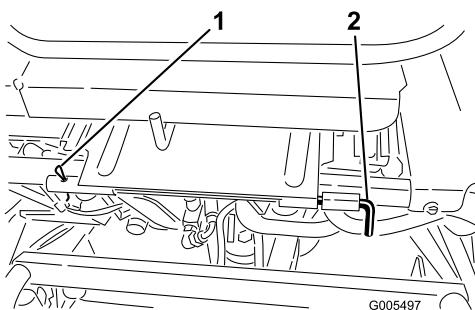

Figure 37
3. Abaissez le siège et retirez la goupille fendue qui fixe l'axe de pivot du siège au bâti (Figure 37).